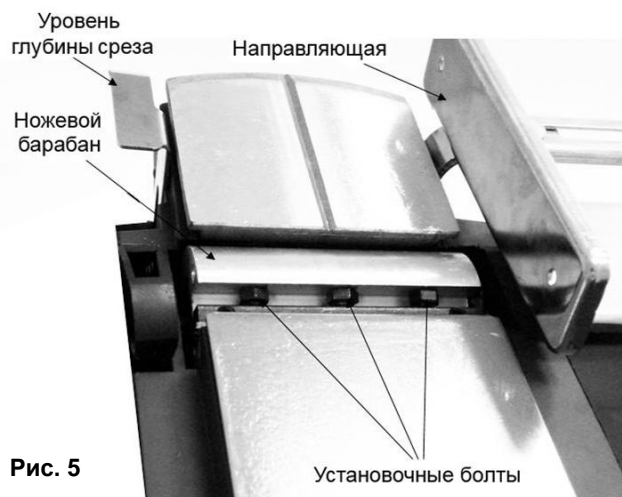

Рис. 5
- Для отсоединения ножей от ножевого барабана, открутите с помощью гаечного ключа, три установочных болта (См. Рис.5).